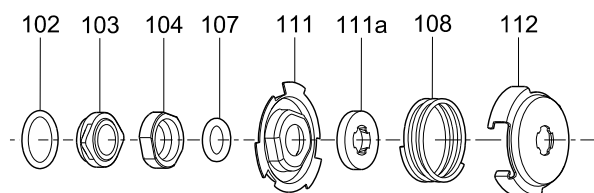

Fig. 9 Despiece del cierre
4. Sujetar la abrazadera (pos. 64c) y quitar la tuerca (pos. 67).
5. Quitar la arandela de presión (pos. 66) y la abrazadera (pos. 64c).
6. Quitar el impulsor (pos. 49).
7. Quitar el anillo de cojinete (pos. 47a) y el espaciador (pos. 64a).
8. Quitar la cámara para el cojinete (pos 4a), el impulsor (pos. 49) y el espaciador (pos. 64).
9. Continuar el desmontaje hasta el cierre mecánico (pos. 105).
10. Quitar el cierre (pos. 105). Ver fig. 9.